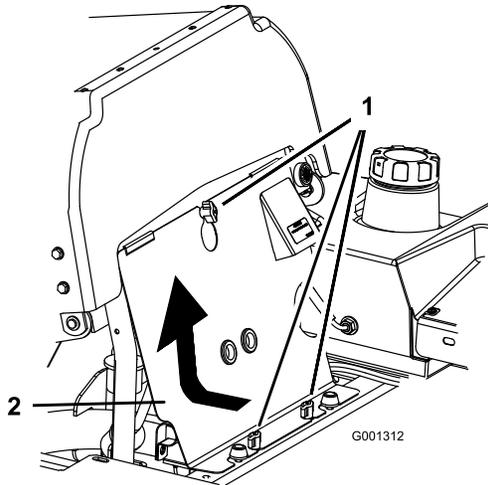

Bild 60
- Lösen Sie die Handräder an der vorderen Motorverkleidung und nehmen Sie die Verkleidung ab (Bild 60).